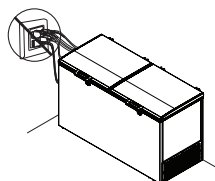

Fig. 10
• No conecte varios artefactos a la misma tomacorriente, podría sobrecargarse, causar incendio o no permitir el correcto funcionamiento del producto (Ver Fig. 10). Para asegurar un buen funcionamiento del sistema eléctrico de su equipo, verifique que se cumplan las condiciones de voltaje y frecuencia, como se indica dentro de su aparato.